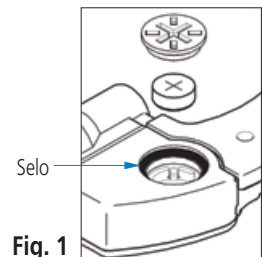

Fig. 1
5. Ao apertar a tampa do compartimento da bateria, tenha cuidado para não deixar a o selo de borracha ficar preso de forma inadequada, prejudicando a vedação. (**Fig. 1**)